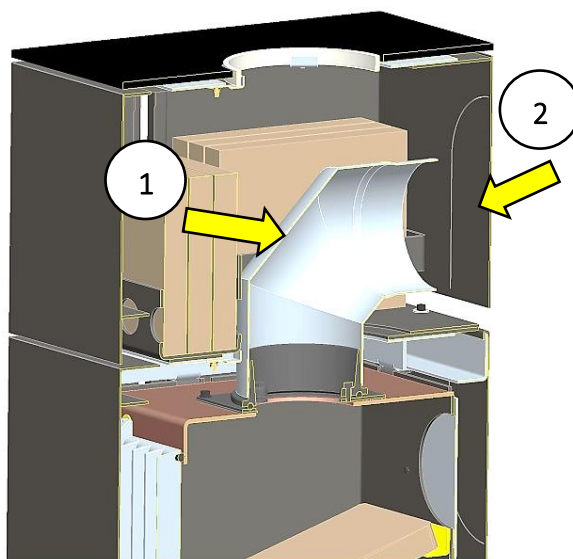

Fig. 20: Rauchrohrbogen einsetzen
4. Insérer le coude de tuyau de fumée, comme illustré à la Fig. 20 Pos.1, et découper le raccord pré-perforé (Fig. 20 Pos.2) à l'arrière du module d'accumulation thermique.